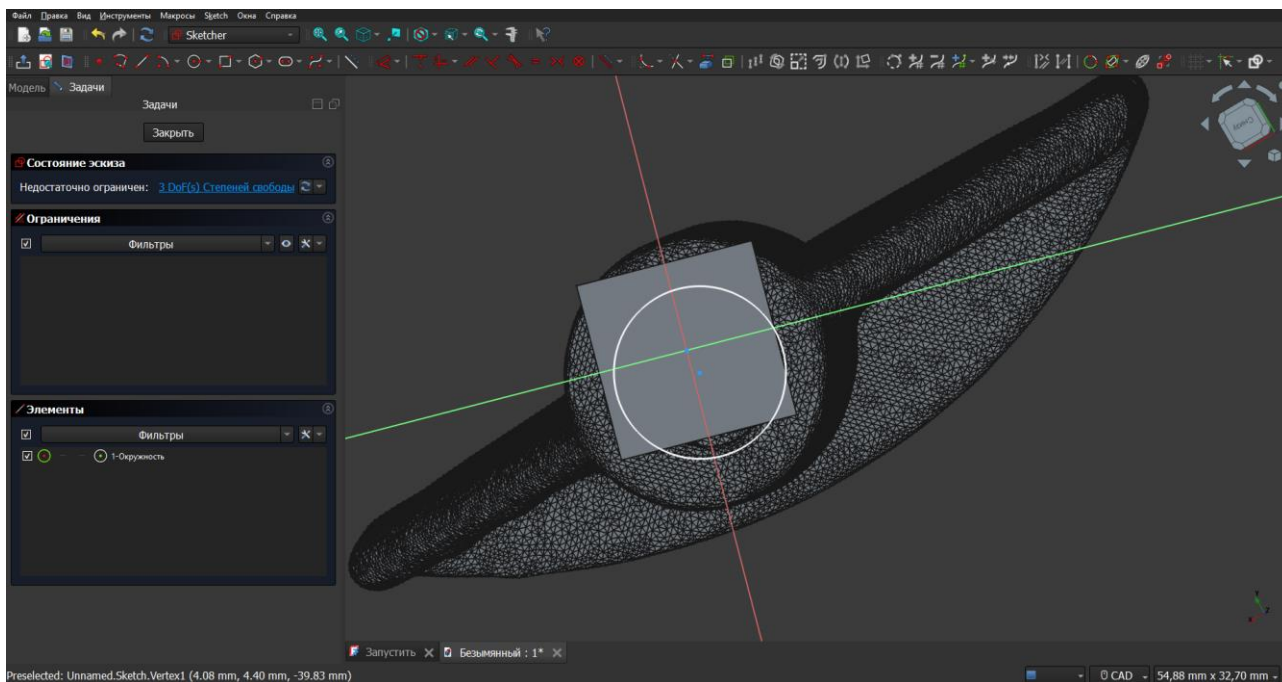

Рис. 21. Эскиз в импортированной дополнительной геометрии
3. перейти в режим создания эскиза в импортированной плоскости (Рис. 21)